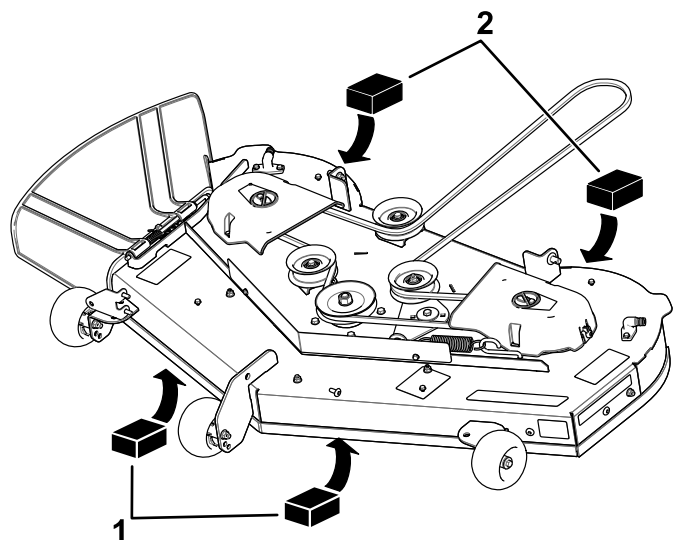

**Figure 66**
4. Placez deux cales de 6,6 cm (2⅝ po) d'épaisseur chacune sous chaque côté du bord avant du tablier de coupe, mais pas sous les supports des galets anti-scalp (Figure 66 ou Figure 67).
5. Placez deux cales de 7,3 cm (2⅞ po) d'épaisseur chacune sous le bord arrière de la jupe du tablier de coupe, une de chaque côté (Figure 66 ou Figure 67).